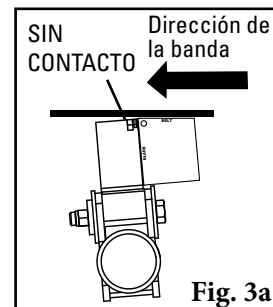

Fig. 3a
3. **Establezca el ángulo de la hoja.** Centre el eje/hojas en la banda. Gire el eje hasta que la hoja quede a 5° utilizando el calibrador de ajuste que se proporciona (Fig. 3a). Apriete los tres tornillos de sujeción en cada montaje de eje de torsión para bloquear el eje en su lugar. La mejor práctica es apretar primero el perno del medio antes de apretar los pernos externos para asegurarse de que todo esté seguro (Fig. 3b). No debe haber contacto de la hoja a la banda mientras bloquea el eje en la posición correcta. Si hay contacto, revise dos veces la medida del Paso 1.